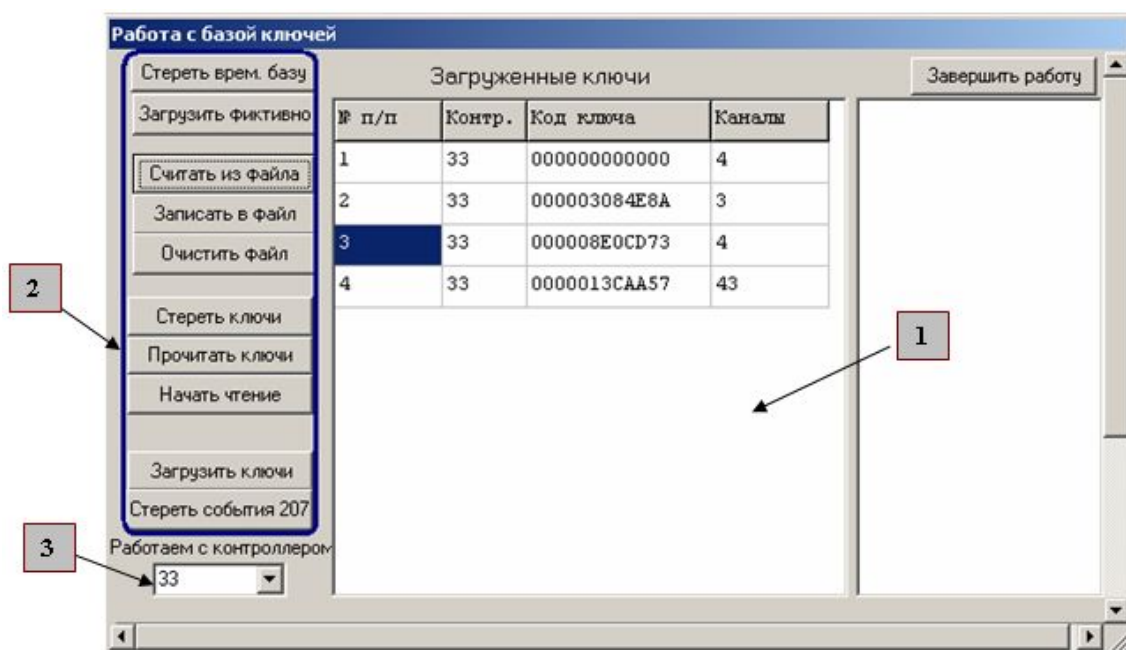

Рис. 6
При этом на экране появится окно под названием «Работа с базой ключей» (см. Рис. 6).
При этом в окне (1) появится список загруженных ключей (см. Рис. 6)
В каталоге TestCont содержится файл под названием Keys.DBF, который играет роль временного хранилища для ключей. На панели (2) (Рис. 6) расположены кнопки, с помощью которых можно: